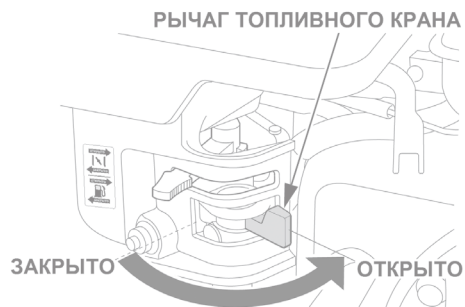

Рис. 23 Рычаг топливного крана
- Откройте топливный кран переводом рычага вправо (Рис. 23).